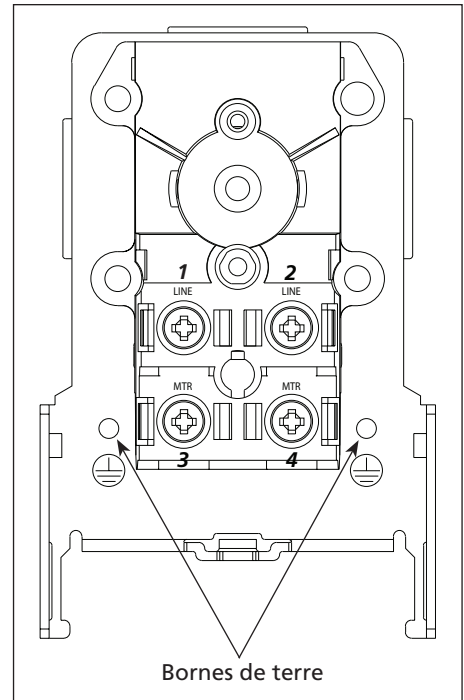

Figure 4
8. Placer le fil de moteur noir sous la tête de vis #4 (Voir Figure 4), et serrer la vis pour fixer le fil. Placer le fil secteur noir sous la tête de vis #2 et serrer la vis pour fixer le fil.
9. Placer le fil secteur blanc sous la tête de vis #1, serrer la vis pour fixer le fil. Situer le fil de moteur blanc sous la tête de vis #3, serrer la vis pour fixer le fil (Voir Figure 4).
10. Fixer le fil secteur vert du cordon d'alimentation à l'intérieur du manostat avec la vis de terre fournie dans le kit. Répéter la procédure avec le fil de secteur vert du cordon du moteur (Voir Figure 4).